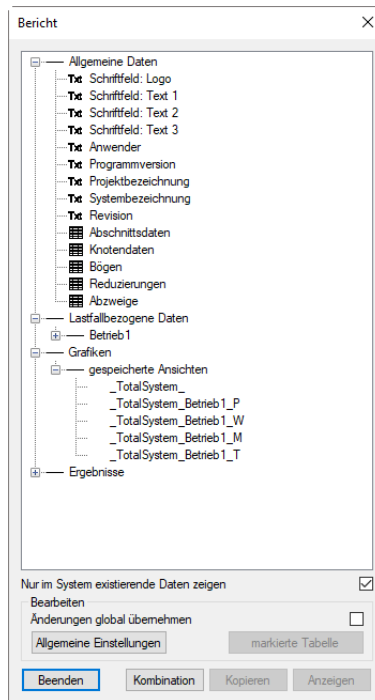

Abbildung 2.14.1: Auflistung der einzelnen Text- und Grafikbausteine des SINETZ-Berichts
**Bericht erzeugen** Unter **Dokumentation** > **Bericht erzeugen** wird ein SINETZ Bericht erstellt, der aus mehreren Text- und Grafikbausteinen besteht. Diese Bausteine können unter **Dokumentation** > **Musterbericht bearbeiten** und anschließender Auswahl einer Vorlage eingesehen werden (Abb. 2.14.1).
Sollen diese Bausteine in den Bericht implementiert werden, so muss zunächst der gewünschte Baustein angeklickt und mittels *Kopieren* im Dialogfenster **Bericht** (Abb. 2.14.1) kopiert werden. Anschließend wird der Baustein in der gewünschten Stelle der Berichtsvorlage eingefügt (z.B. mittels **Strg** + **V**).